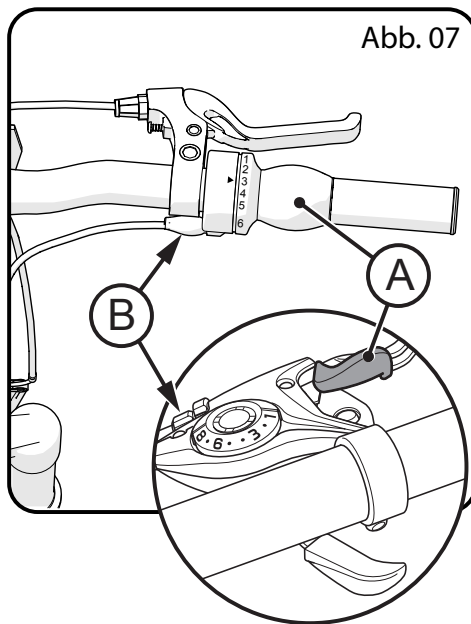

Abb. 07
- Drehen Sie die rechte Gangschaltung **(A)** ohne Drehen der Kurbel um einen Klick nach hinten, oder betätigen Sie den Daumenhebel um einen Klick (**Abb. 07**).